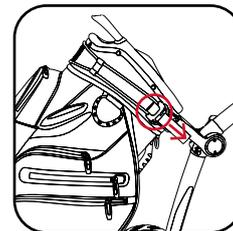

Fig 1
1. Estire la correa elástica alrededor de la bolsa y enganche la barra debajo del gancho (fig. 1)